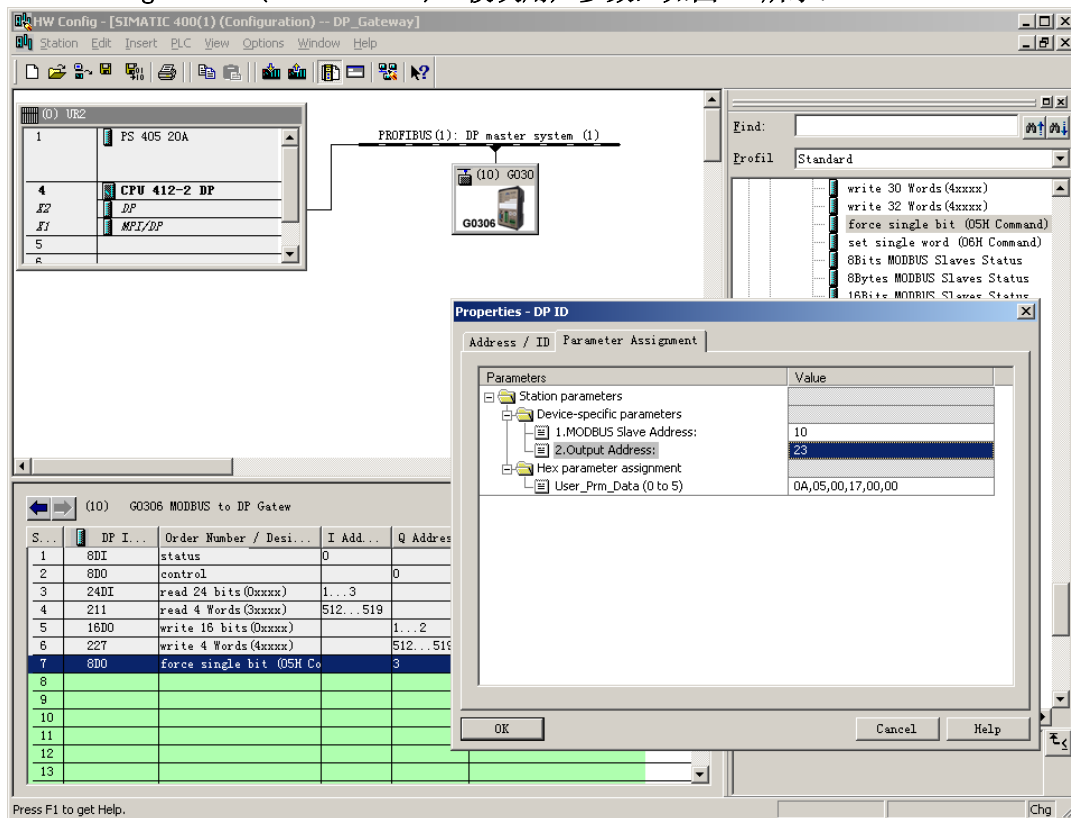

图 29 配置“force single bit (05H Command)”模块用户参数
b) 配置“force single bit (05H Command)”模块用户参数，如图 29 所示：
“1. MODBUS Slave Address:” ⇒ 键入 Modbus 从站地址 10，如图 29。
“2. Output Address:” ⇒ 键入欲写入线圈 0xxxx 的输出地址 00024，设置地址为 23 ⇒ “OK”，如图 29。